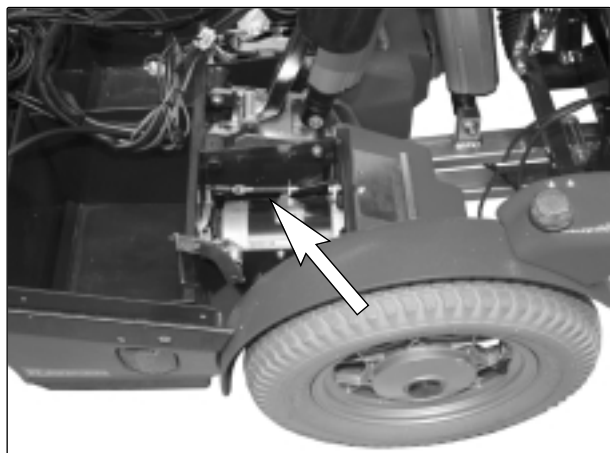

Abb. 27. Entriegelungsdraht Magnetbremse
7. Ziehen Sie die Drahhülse nach vorne und führen Sie den Draht durch den Schlitz des Drahhalters heraus. Haken Sie den Brems-entriegelungsdraht aus der Magnetbremse aus, siehe Abb. 27.